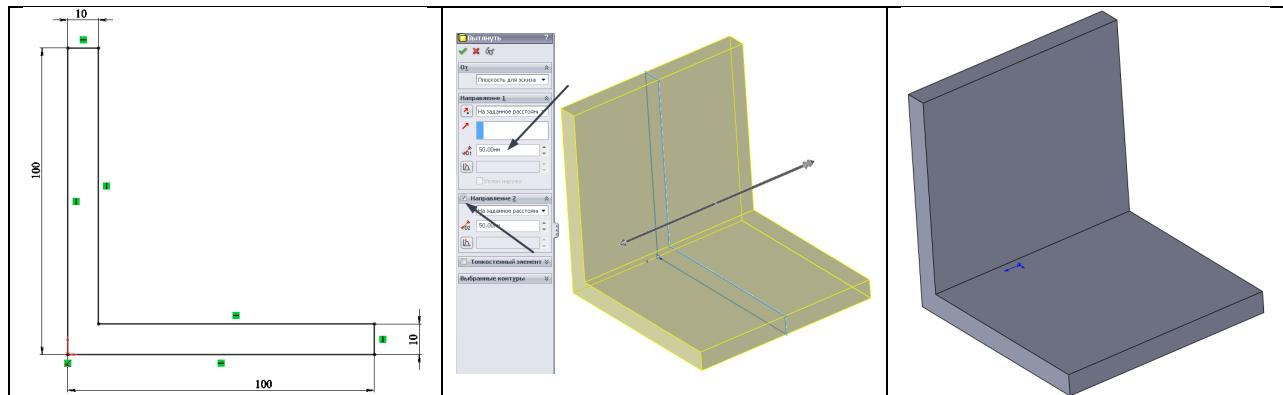

Рисунок 6 – Построение уголка
1. Создадим «тело» упора в виде уголка 100×100 мм, с толщиной полок 10 мм (рисунок 6). Для создания уголка надо выбрать плоскость, нарисовать на ней эскиз – замкнутый контур уголка, а затем вытянуть его по нормали (т.е. перпендикулярно к плоскости) на половину ширины в обе стороны от плоскости построения эскиза.